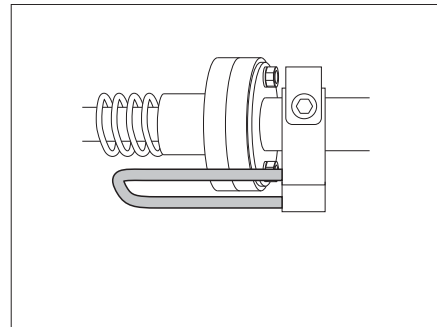

Bild 138 Låsspaken är spärrad i ställningen
► Innan sängen används, kontrollera att låsspaken befinner sig i säkrad position (Bild 138).
- Ställ låsspaken i säkrad position (Bild 138).